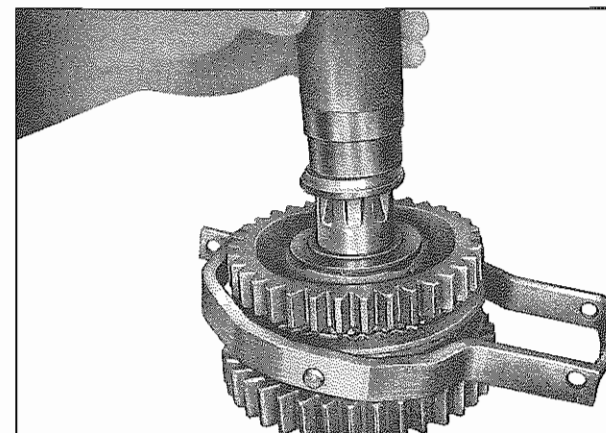

Fig. 29 - Anello interno del cuscinetto
- Mettere sull'ingranaggio cilindrico la ralla **(429)** con il collare verso l'alto. Con la bussola n. 9 forzare un anello interno del cuscinetto a sfere obliquo **(430)** fino all'appoggio sulla ralla (**Fig. 29**). Le superfici di rotolamento delle sfere devono essere rivolte verso l'alto. Serrare l'albero primario ruotato di 180°.
- Place thrust washer **(429)** with collar on top on spur gear. Press one inner race of tapered ball bearing **(430)** with bushing 9. up to stop on washer (**Fig. 29**). Running surface of balls up. Clamp main shaft turned by 180°.